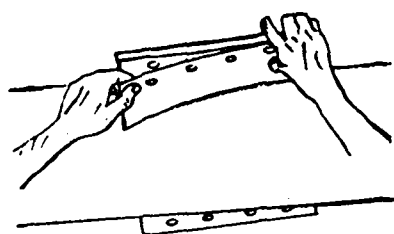

FIG. 2
- 5.º Passo – Coloque as juntas de amianto grafitado ou borracha (Fig. 2)